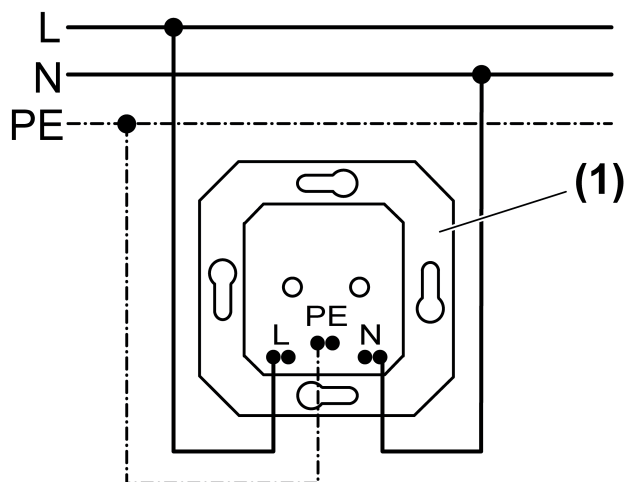
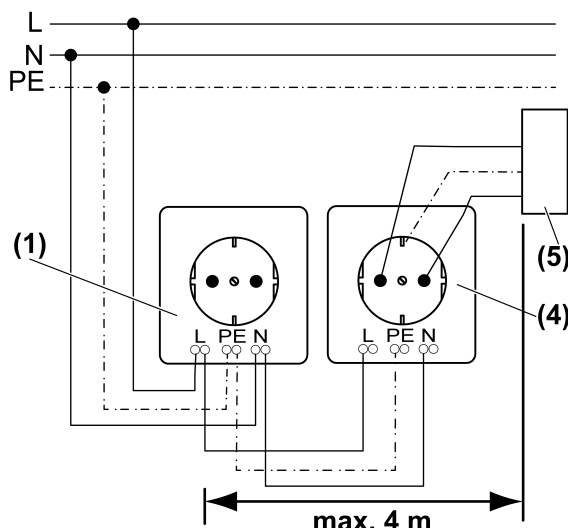

Figure 2: Schéma de raccordement d'une prise de courant individuelle
Figure 3: Schéma de raccordement d'une combinaison de prises de courant
- (1) Prise de courant protégée contre la surtension
- (4) Modèle normal de prise de courant
- (5) Consommateur
- Raccorder la prise de courant protégée contre la surtension conformément au schéma de raccordement d'une prise de courant individuelle (figure 2) ou au schéma de raccordement d'une combinaison de prises de courant (figure 3).